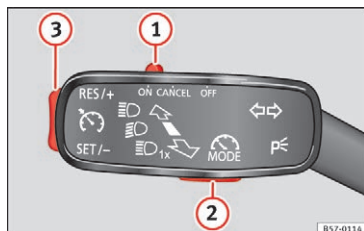

Fig. 173 På venstre side af ratstammen: kontakter og knapper til betjening af hastighedsbegrænser
Hvis du ønsker at deaktivere hastighedsbegrænseren midlertidigt (fx ved overhaling), skal du flytte kontakten »» Fig. 173 ① på blinklysarmen til position **CANCEL** eller flytte den tredje betjeningsarm til trykpunktet **CANCEL** eller trykke på knappen ② på én af de to betjeningsarme.